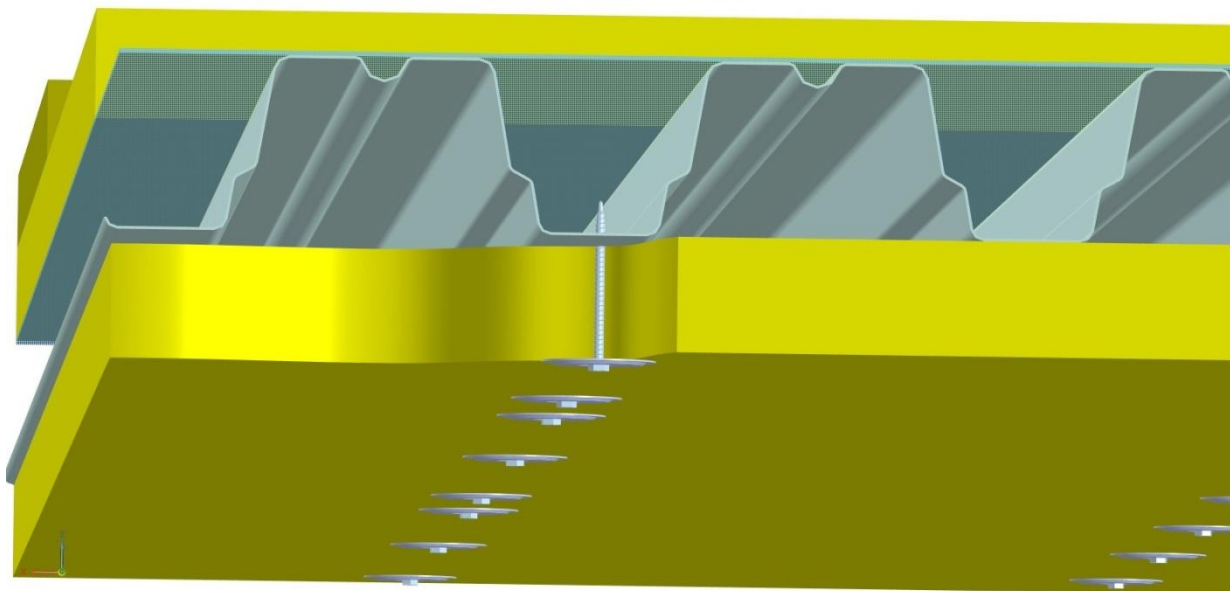

Рис. 7 Крепёж плит EURO-ЛИТ 150 к листу стальному профилированному.
5.2.3 Плиты к листу профилированному крепятся с помощью саморезов сверлоконечных и шайб прижимных стальных рондоль. (рис.7).